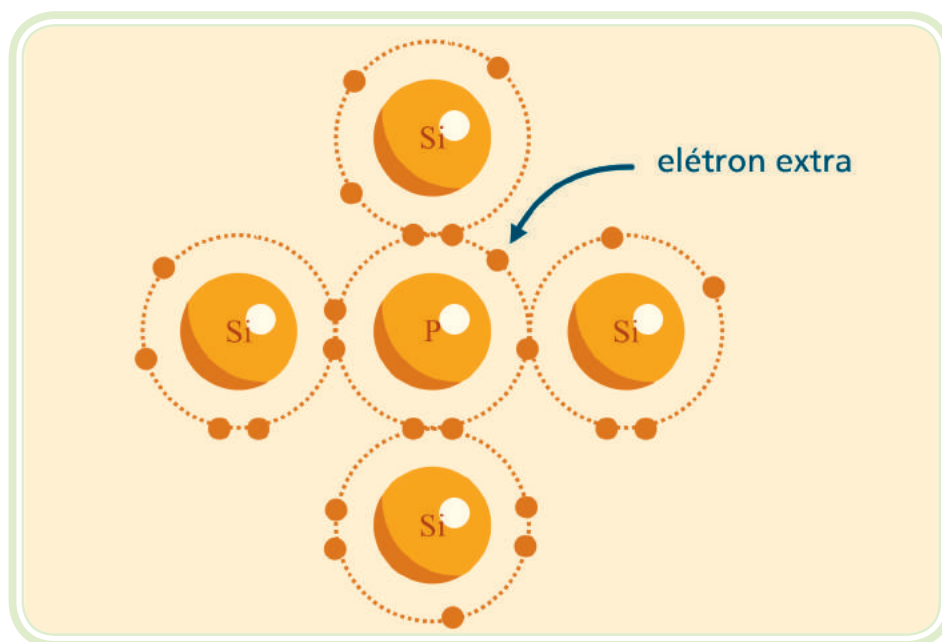

Figura 2.4: Cristal tipo N
- a) **Semicondutor tipo N** – o cristal que foi dopado com impureza doadora é chamado semicondutor tipo N, onde N está relacionado com negativo. Como os elétrons livres excedem em número às lacunas num semicondutor tipo N, os elétrons são chamados portadores majoritários e as lacunas, portadores minoritários (Figura 2.4).